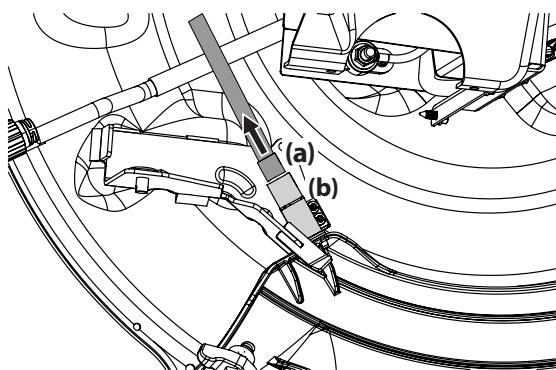

Figure 22
- Débranchez le connecteur (a) de l'interrupteur de sécurité (b) à l'arrière de l'ouverture du déflecteur d'éjection. Voir Figure 22.
- Branchez le connecteur (a) dans l'interrupteur de sécurité à l'arrière de l'ouverture du déflecteur d'éjection. Voir Figure 22.
NOTE : Assurez-vous de rebrancher correctement le connecteur à l'interrupteur de sécurité comme indiqué à la Figure 22, sans cela l'appareil ne fonctionnera pas.